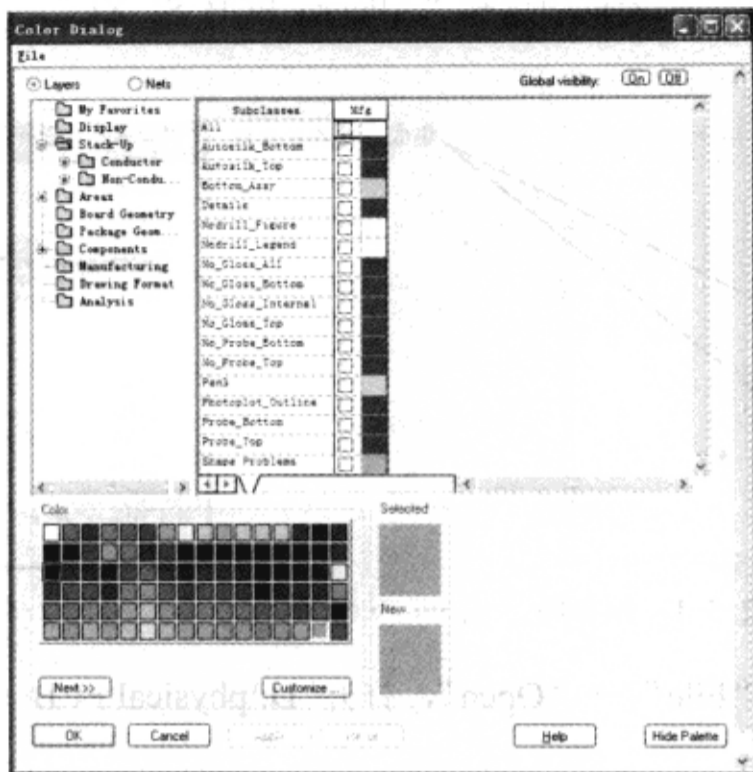

图 2-5-4 “Color Dialog”对话框
(4) 执行菜单命令“Display”→“Color/Visibility”，弹出“Color Dialog”对话框，如图 2-5-4 所示。